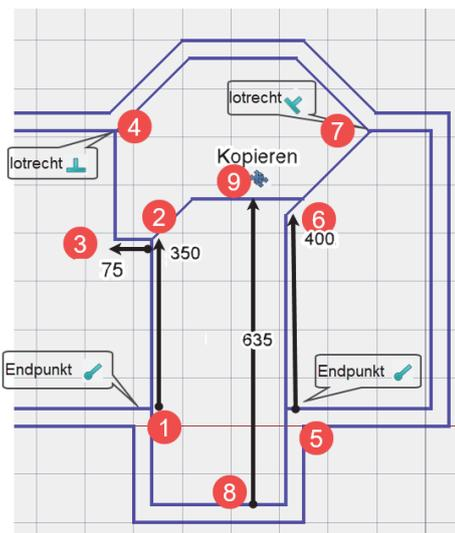

Abb. 15: Führungslinien für die Innenwände
Für die Innenwände werden nur die in Abbildung 15 gezeigten Leitkurven meist als LINIENZUG gezeichnet. Der erste Linienzug beginnt an einem Endpunkt 1 mit senkrechter Länge 350, dann folgt ein Knick 2 mit Länge -75 nach links 3 und schließlich einem Lotpunkt 4 auf der Außenwand. Aktivieren Sie hierzu in DRAFT-EINRASTEN die Funktion EINRASTEN SENKRECHT. Der zweite Linienzug beginnt an einem Endpunkt gegenüber 5 mit senkrechter Länge von 400 6 gefolgt von einer schrägen Linie, die lotrecht 7 auf der Außenwand endet. Die dritte Innenwand entsteht aus einem waagerechten Wandstück 9, das durch KOPIEREN der Innenwand unten 8 mit Abstand 635 erstellt wird. In KOPIEREN aktivieren Sie dabei die Option UNTERELEMEN TE ÄNDERN (B). Mit der Funktion TRIMEX kann diese Linie auf der rechten Seite bis zur Linie 6 – 7 verlängert werden. Vom Punkt 2 zeichnen Sie nun eine Linie unter 45°. Die Längen dieser Linie und der letzten waagerechten werden nun wieder mit TRIMEX aufeinander angepasst.